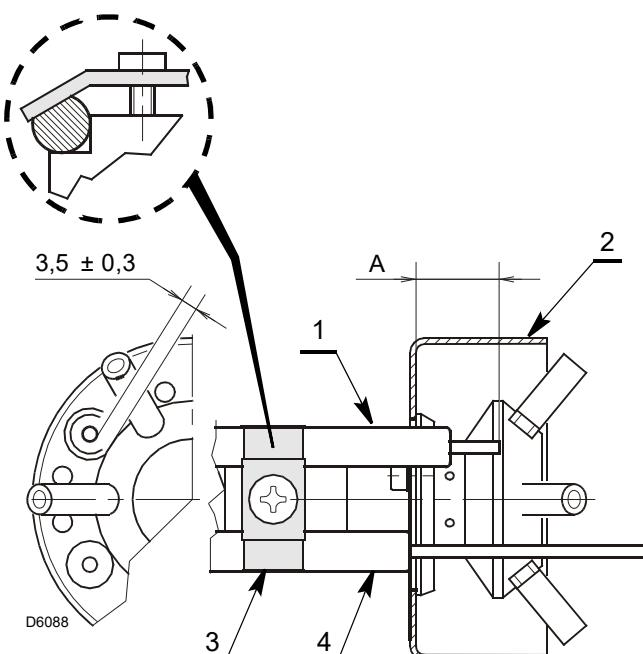

Fig. 14
- Asegurarse de que la placa 3(Fig. 14) quede siempre colocada en la parte plana del electrodo 1).